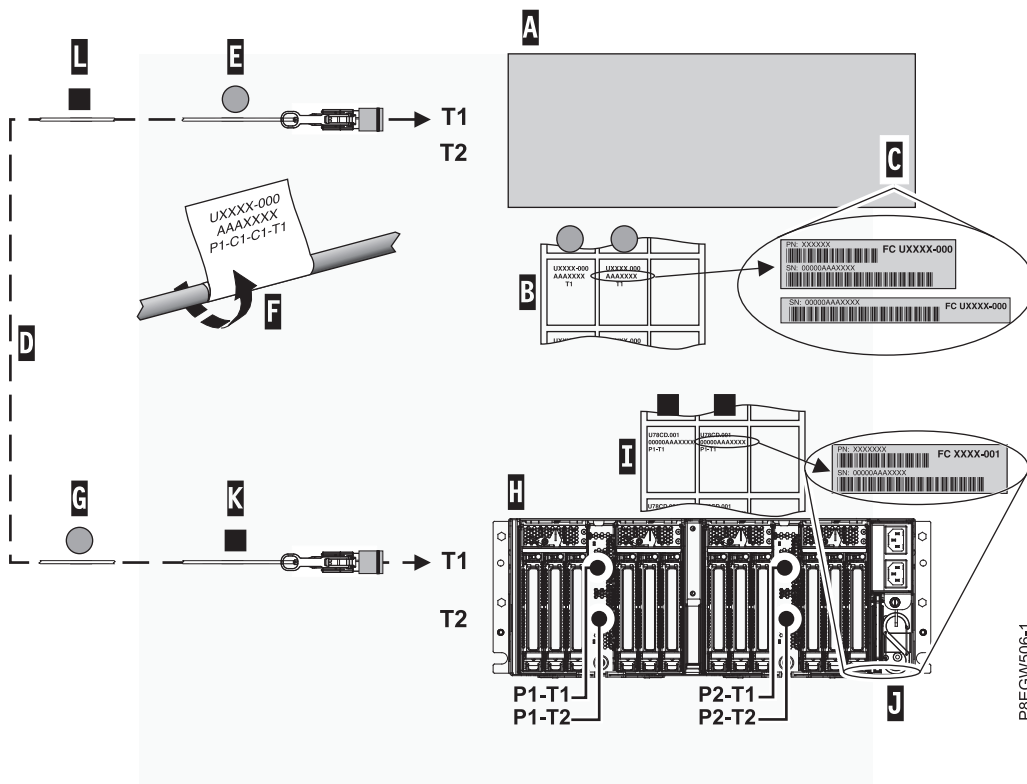

図 15. 拡張ドロワー・ケーブルのラベル付け
注: これらの手順を実行するときは、18 ページの図 15を参考にしてください。
- g. 左端の Cx-T1 ラベルをケーブルのコネクター端 **(E)** に貼り付けます。『18 ページの図 15』を参照してください。ラベルを、位置情報が見えるように、空白の端の方を先にして巻き付けます **(F)**。
- h. もう 1 枚のラベル Cx-T1 をホスト・システム・ラベル・シート **(B)** から取り、EMX0 PCIe3 拡張ドロワーに取り付けるケーブルの反対側の端に貼り付けます。ラベルは、ケーブルの端から 100 mm を超えて離して貼り付けてください **(G)**。『18 ページの図 15』を参照してください。
注: これらの手順を実行するときは、図 15を参考にしてください。
- a. ホスト・システムに接続する EMX0 PCIe3 拡張ドロワー (H) を見つけます。
- b. EMX0 PCIe3 拡張ドロワー・シリアル番号ラベル・シート (I) を見つけます。
- c. EMX0 PCIe3 拡張ドロワー・シリアル番号 (J) を EMX0 PCIe3 拡張ドロワー・ラベル・シートに示されているシリアル番号 (I) と突き合わせます。
- f. 左端の Px-T1 ラベルを、ケーブルのコネクター端 (K) に貼り付けます。『図 15』を参照してください。ラベルを、位置情報が見えるように、空白の端の方を先にして巻き付けます (F)。
- g. 拡張ドロワー・ラベル・シートから、もう 1 枚の Px-T1 ラベルを取り、ケーブルの反対側の端に、端から 100 mm を超えて離して貼り付けます (L)。『図 15』を参照してください。